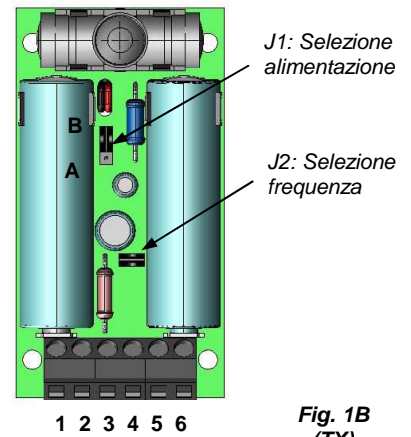

Fig. 1B (TX)
- Eseguire i collegamenti come indicato nei paragrafi precedenti e selezionare l'alimentazione del trasmettitore tramite l'apposito jumper (J1, Fig. 1B):
- Collegare all'apposita morsettiera (morsetti 3 e 4, Fig. 1B) il contatto della costa o della sicurezza esterna al trasmettitore. **Se questa opzione non viene utilizzata, ponticellare i morsetti 3 e 4.**
- Collegare all'apposita morsettiera (morsetti 5 e 6, Fig. 1B) il contatto della costa resistiva 8K2 esterna al trasmettitore. **Se questa opzione non viene utilizzata, NON ponticellare i morsetti 5 e 6.**